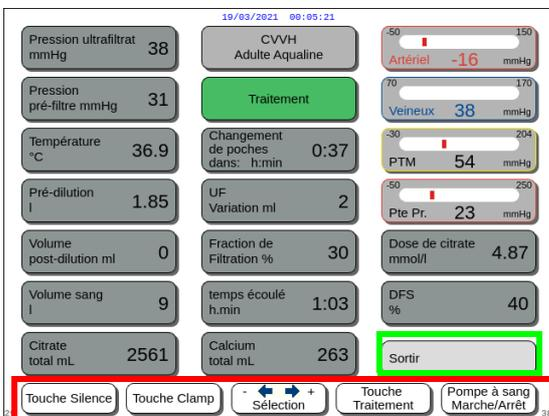

Fig. 171
- Appuyer sur la touche Sortir (encadré vert Fig. 171) pour revenir à l’écran principal.
- Tous les boutons de commande (encadré rouge Fig. 171) : touche Silence, touche Clamp, Sélection, touche Traitement, touche Pompe à sang.